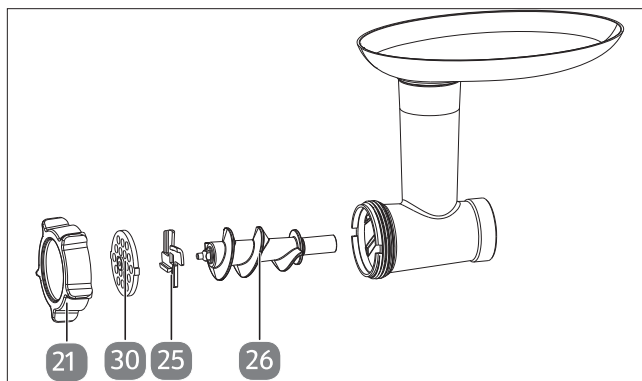

Abb. 11 – Zubehöerteile Fleischwolf
- ▶ Setzen Sie den Fleischwolf mit den Zubehöerteilen in der Reihenfolge wie oben abgebildet zusammen (siehe Abb. 11).